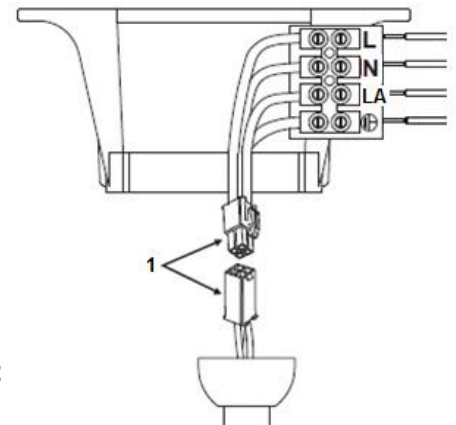

Fig. 12
- Sluit de vrouwelijke aansluiting (ventilatormotor) aan op de mannelijke aansluiting (bevestigingsklem) (1 – Fig.12).